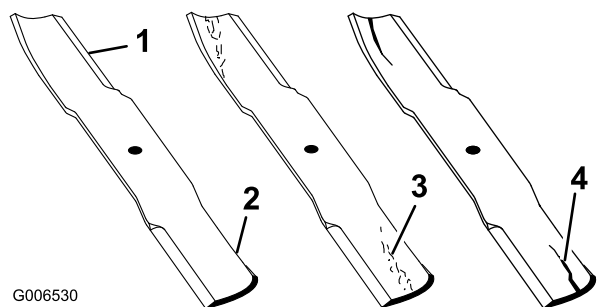

Figure 92
1. Examinez le tranchant des lames (Figure 92). Si les lames ne sont pas tranchantes ou si elles présentent des indentations, déposez-les et aiguisiez-les. Reportez-vous à Affûtage des lames (page 61).
- Inspectez les lames, surtout la partie relevée (Figure 92). Remplacez immédiatement toute lame endommagée, usée ou qui présente une entaille (Figure 92).